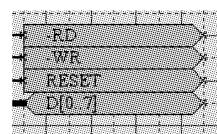

图 3-3 其他原理图中使用的端口
② 焊盘：元件的管脚将对应 PCB 上的焊盘。
③ 过孔：原理图上不涉及 PCB 板的走线，因此没有过孔。
④ 敷铜：原理图上不涉及 PCB 板的敷铜。
(3) 丝印层：丝印层是 PCB 板上元件的说明文字，包括元件的型号、标称值等各种参数，在原理图上丝印层上的标注对应的是元件的说明文字。
(4) 端口：在 Altium Designer Release 10 的原理图编辑器中引入的端口不是平时所说的硬件端口，而是为了在多张原理图之间建立电气连接而引入的具有电气特性的符号。图 3-3 所示为其他原理图中采用的一个端口，该端口将可以和其他原理图中同名的端口建立一个跨原理图的电气连接。